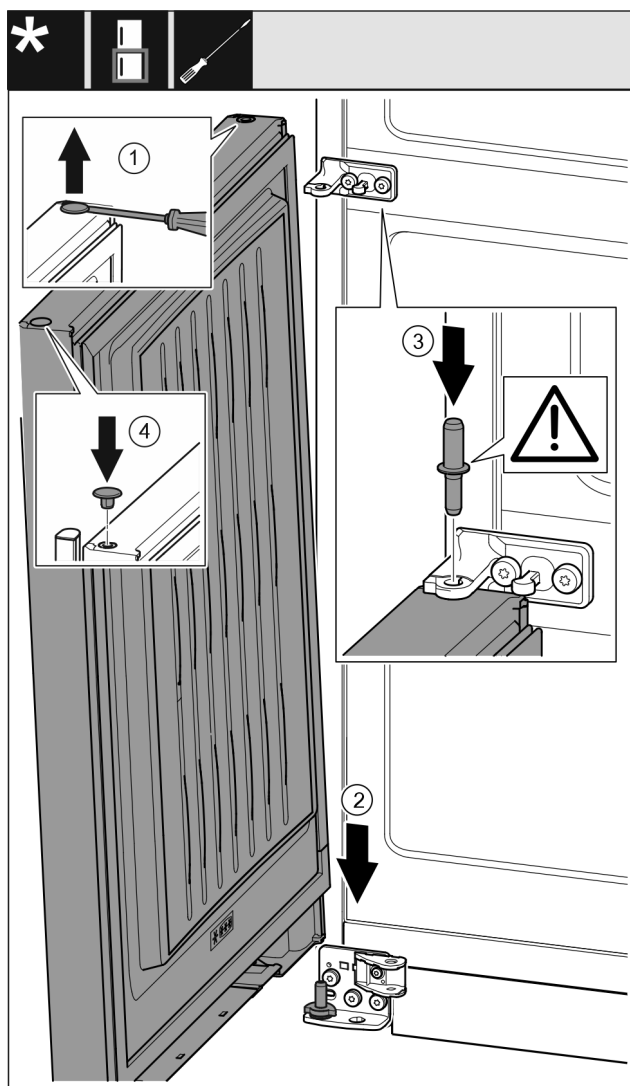

Fig. 55
- 将堵头 Fig. 55 (1) 用带槽螺丝刀小心地提起并将其拉出。
- 将冰箱门 Fig. 55 (2) 从上方将放在下面的轴承螺栓上。
- 将中间轴承螺栓 Fig. 55 (3) 通过中间托架放置在冰箱下方门内。同时注意止动凸轮需指向后方。
- 将堵头 Fig. 55 (4) 重新放入门的另一侧。